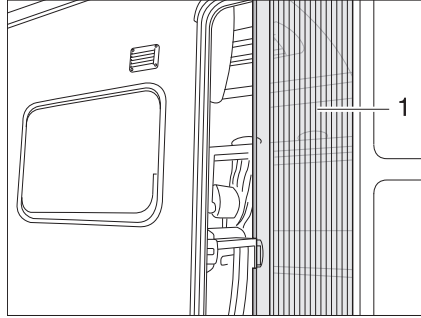

Fig. 43 Moustiquaire
- Fermer :* ■ Tirer jusqu'au bout la moustiquaire par la barrette (Fig. 43,1).
- Ouvrir :* ■ Remettre la moustiquaire en position initiale en la poussant par la barrette (Fig. 43,1).